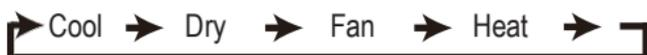

Abbildung 3.5
2) Drücken Sie , um den Betriebsmodus in der in Abbildung 3.5 gezeigten Reihenfolge zu wechseln.